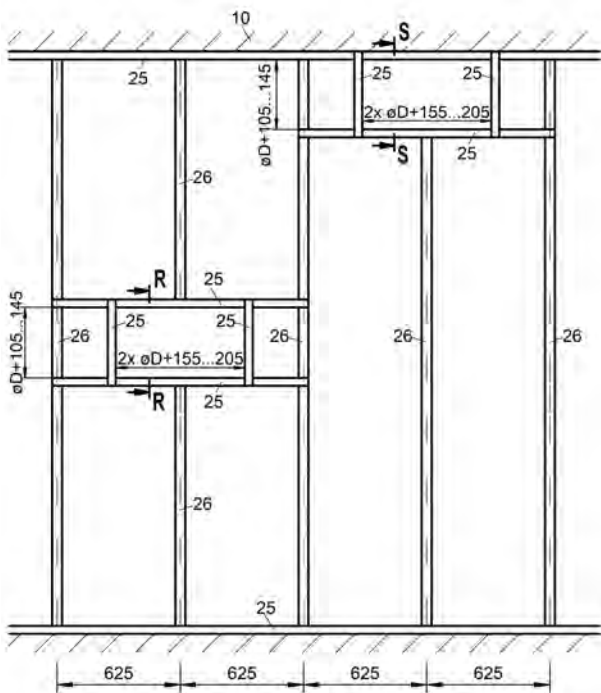

Abbildung 36: Metallständerwerk mit erforderlichen Auswechslungen für Nasseinbau BRS mit verringertem Abstand
- Metallständerwerk und Wand gemäß den Angaben des Wandherstellers herstellen und Auswechslungen entsprechend der Abbildung 36 vorsehen. Umlaufende Auskleidung der Laibungen mit GKF-Platten (Pos. 23.1) berücksichtigen.
- Metallständerwerk und Wand gemäß den Angaben des Wandherstellers herstellen und Auswechslungen entsprechend der Abbildung 36 vorsehen. Vor der Anbringung des für den umlaufenden Metallprofilrahmen notwendigen UW-Profiles (Pos. 25) im Deckenbereich ist ein Mineralwollestreifen ca. 50x40 mm (Pos. 27.1) in das UW-Profil an der Decke einzubringen. Umlaufende Auskleidung der Laibungen mit GKF-Platten (Pos. 23.1) berücksichtigen.